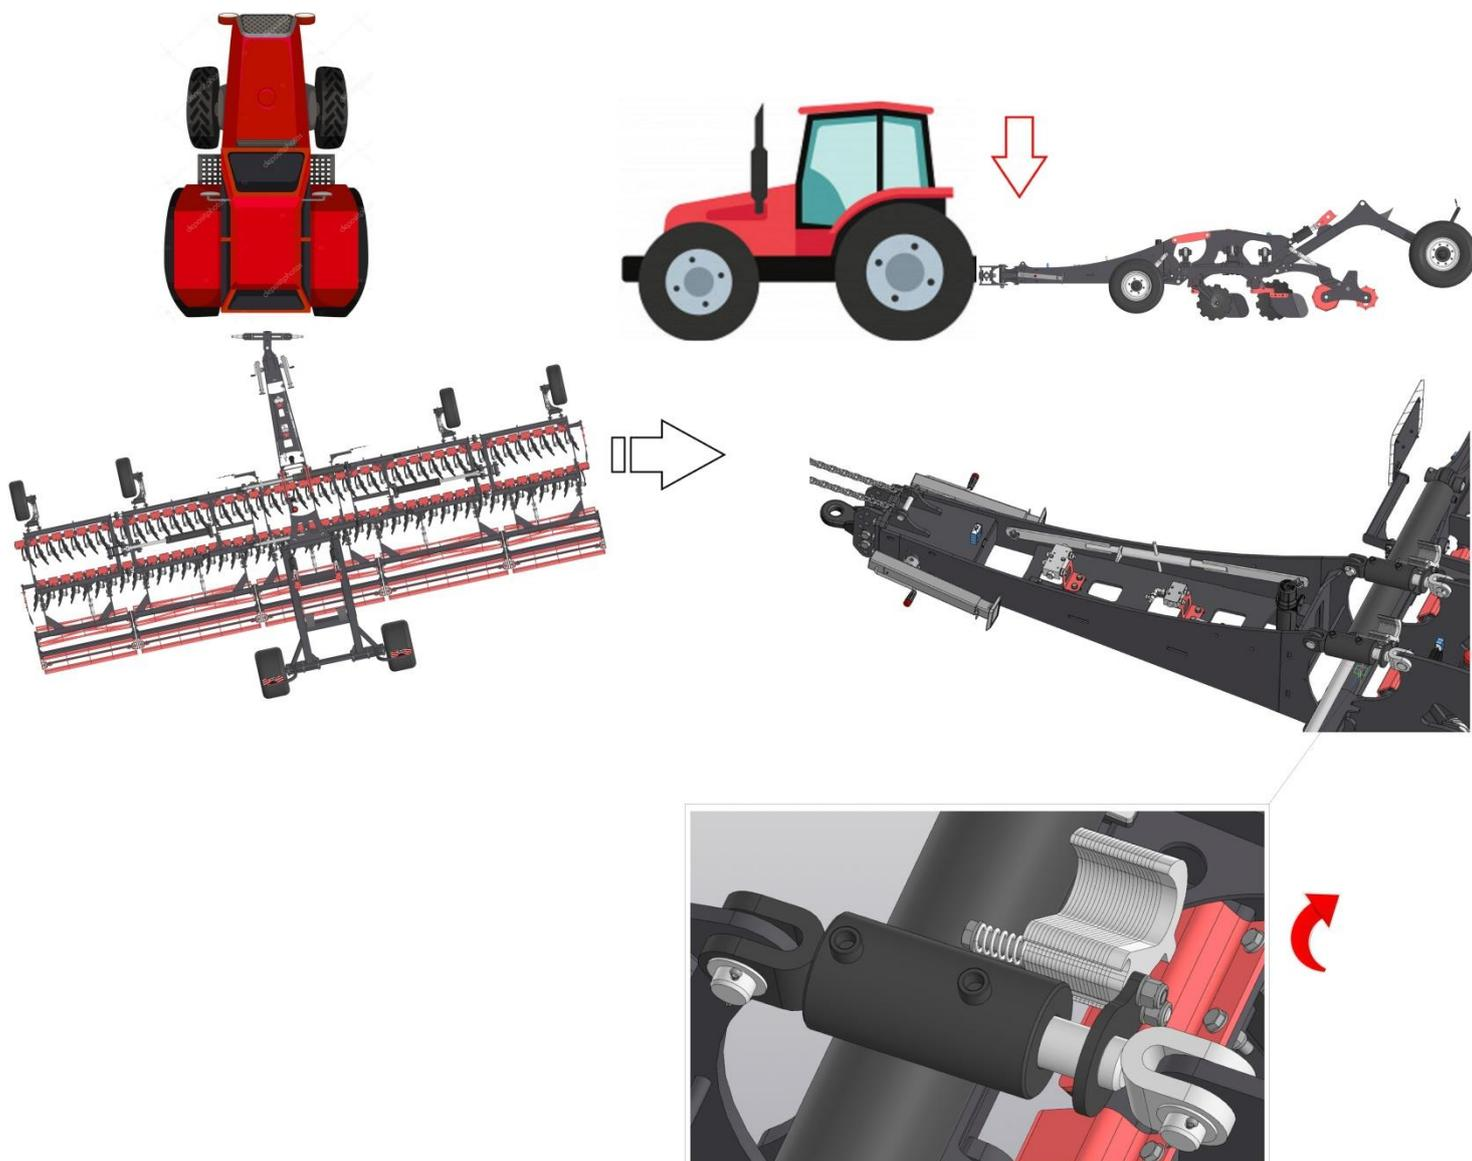

Рисунок 42 – Регулировка от увода бороны вправо
1) Если дисковую борону при работе утягивает вправо, это говорит о том, что передний ряд дисков работает на меньшей глубине по сравнению с задним рядом. Чтобы решить данную проблему, необходимо с помощью задней навески трактора опустить переднюю часть бороны, чтобы рама бороны была параллельна поверхности почвы (рис. 42).
При установке **серьги** на прицепном устройстве, необходимо убрать необходимое количество проставок на штоке гидроцилиндра (рис. 42).